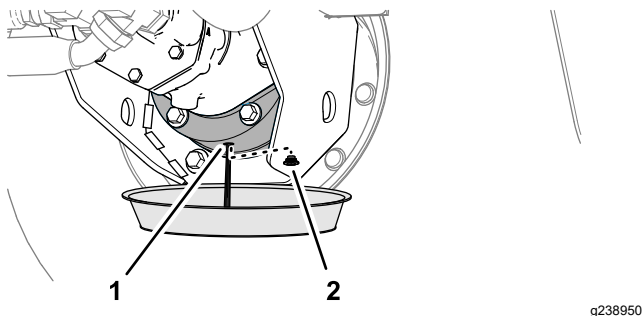

Figura 91
6. Coloque un recipiente debajo del alojamiento del freno, retire el tapón de vaciado y deje que se drene por completo el lubricante (Figura 91).